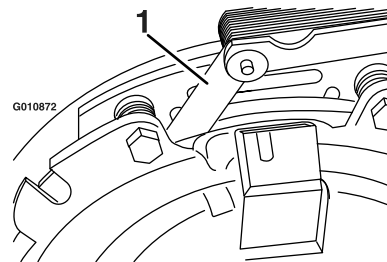

**Рисунок 79**
- B. Удерживая выступ острогубцами или рукой, снимите регулировочную прокладку (Рисунок 79).
Удалите с решетки радиатора двигателя скопившуюся траву, грязь и другие загрязнения. Это обеспечит надлежащее охлаждение и правильную частоту вращения двигателя, снизит вероятность перегрева и механических повреждений двигателя (Рисунок 79).